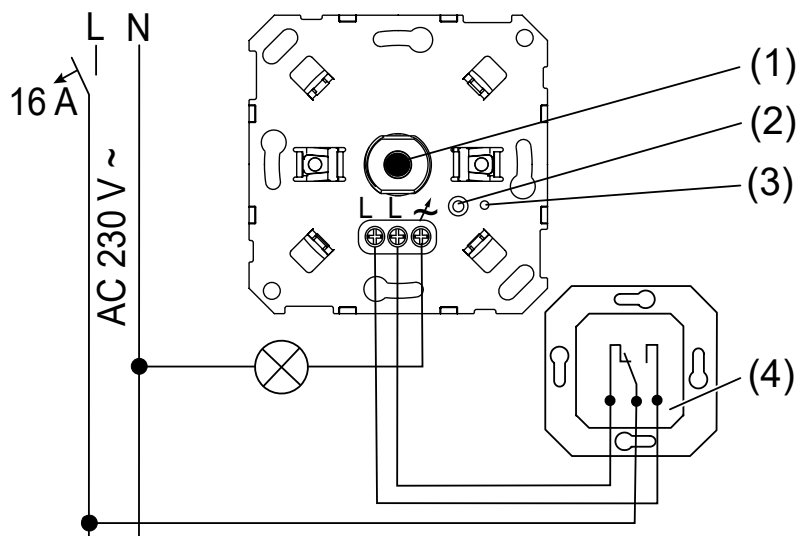

Bild 2: Anslutning i växelkoppling
- Valfri anslutning med växelomkopplare (4) (se bild 2)